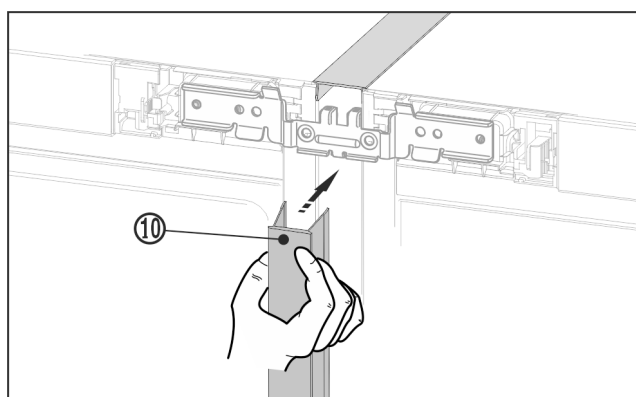

Fig. 28
- ▶ En la parte delantera, presione el listón embellecedor Fig. 28 (10) largo para introducirlo en la ranura vertical. Preste atención a que el listón embellecedor quede sobre la chapa de unión.